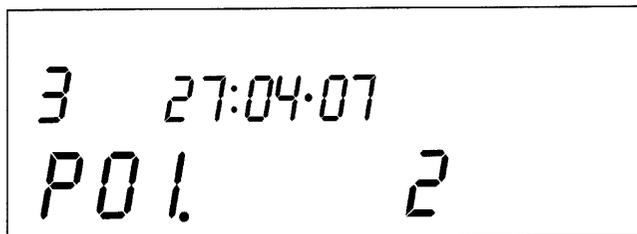
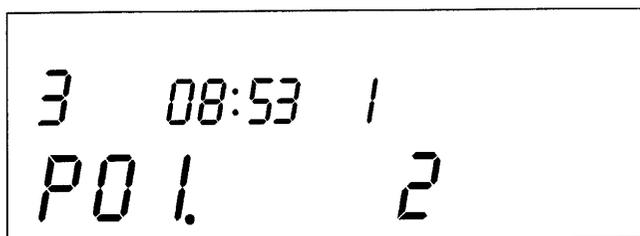

Рисунок 5.17
Рисунок 5.18
На рисунках показан индекс (2) третьей записи (3) регистратора события (P01) зафиксированного 27 апреля 2007 года (27:04:07) (рисунок 5.17) в 8 часов 53 минуты (08:53) и дополнительной информацией (1) (рисунок 5.18). Дата и время отображаются попеременно с интервалом 2 с. Если значение даты равно нулю (00:00:00) значит, запись в регистраторе отсутствует.